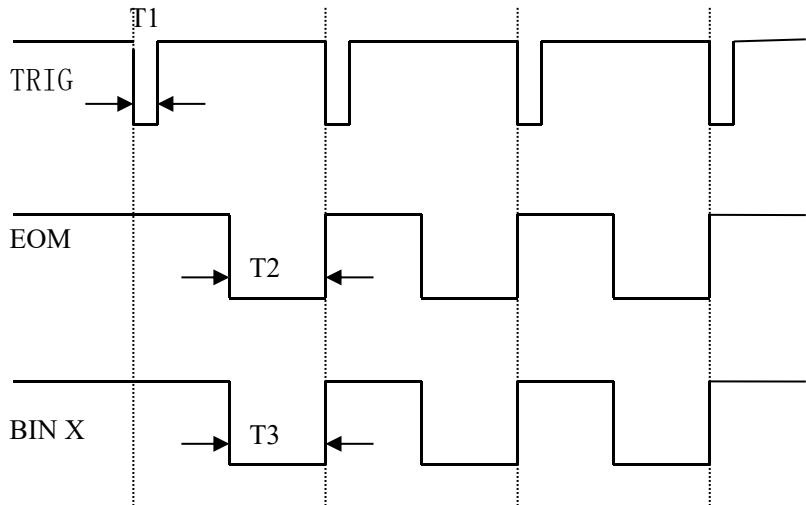

图 9: PLC 接口时序图
- 1>. TRIG 触发启动信号，如图 9 中 T1，低电平有效，脉宽约为 4—30mS。一个低电平触发信号只能测量一次，若一直为低电平信号，也只能测量一次。
- 2>. EOM 测量结束信号，如图 9 中 T2，低电平有效，为低时表示分选信信号已有效，为高时说明还在对器件进行测量。
- 3>. Bin X 分选输出信号，如图 9 中 T3，低电平有效，为低时表示分选信号已有效，为高时说明分选信号无效，每次测量时都置分选输出为高电平。
PLC 接口时序如图 9 所示，图中有 4 个启动信号，4 次测试分选。